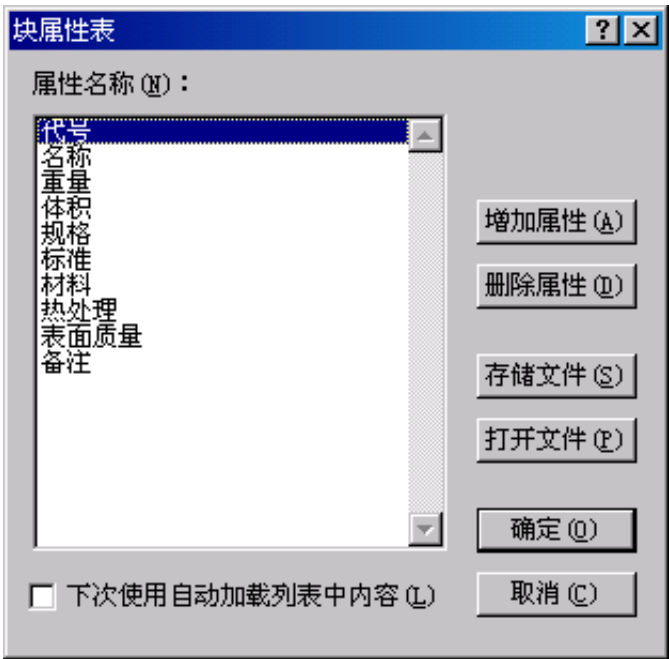

图 4-56 块属性表对话框
- (1) 单击【块操作】，在弹出的【块操作工具】工具栏中单击【定义块属性表】按钮.
- (2) 弹出如图 4-56 所示的【块属性表】对话框，对话框的左边为属性名称列表框，框中列出了当前属性表的所有属性的名称，右侧为一组按钮，可实现对属性表的操作。